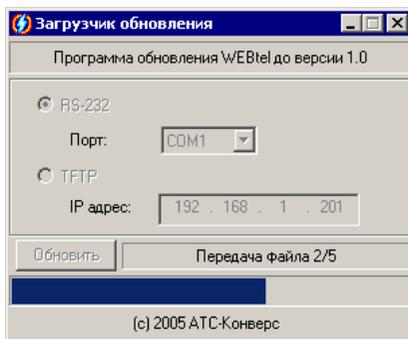

Рисунок 32 – Отображение процесса обновления ПО адаптера
10.5.5 Кратковременно нажмите кнопку «СБРОС» на передней панели адаптера, при этом должен начаться процесс передачи данных в адаптер, в статусной строке отображается количество переданных файлов (рисунок 32).